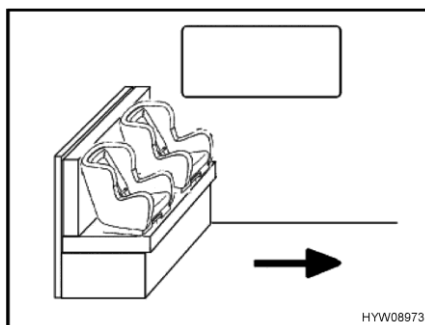
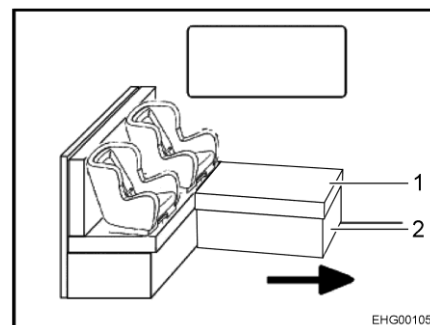

Fig. 17 Sièges pour enfants sur la banquette
Fig. 18 Siège pour enfant sur la banquette en L
La flèche dans les Fig. 17 et Fig. 18 indique le sens de marche.
- Retirer le coussin (Fig. 18,1) si nécessaire.
- Replier si nécessaire (Fig. 18,2) le cadre du coffre.